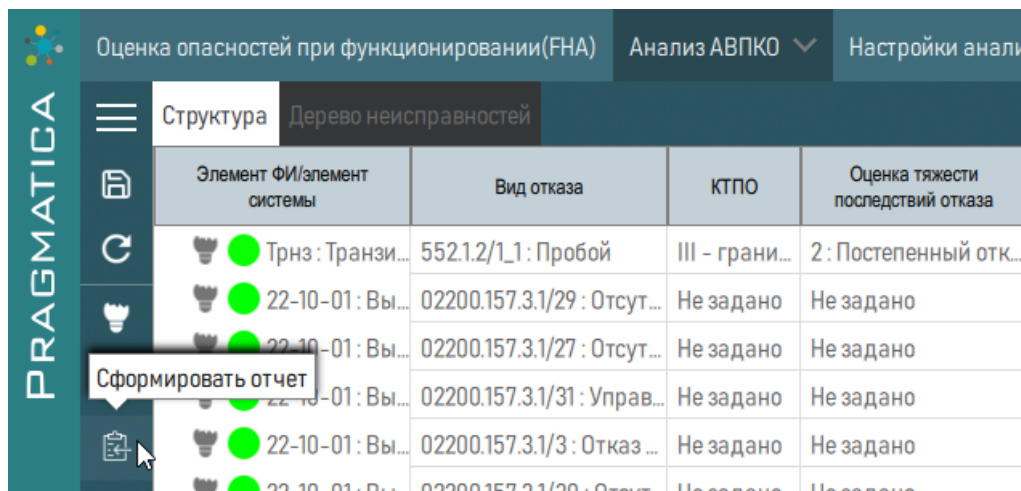

Рисунок 268 – Формирование отчета по АВПКО
- 1) Нажать кнопку  «Сформировать отчет», расположенную слева на панели (рисунок 268).